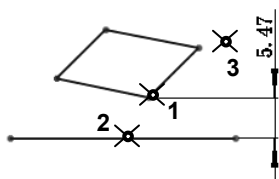

图 4.9.4 点和线间距离的标注
Step3. 单击位置 1 以选择点，单击位置 2 以选择直线，单击位置 3 放置尺寸，如图 4.9.4 所示。